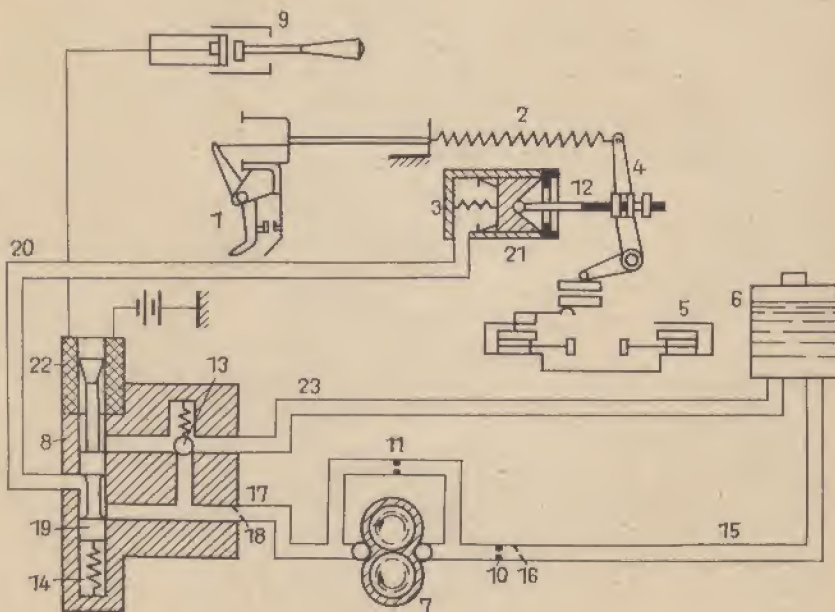

Abb. 94 Hycomat bei ausgerastetem Parksperrehebel
Abbildung 94 zeigt die Anlage bei ausgerastetem Parksperrehebel (1). Die Rückzugfeder (2), die sonst den Kupplungshebel (4) nach links zieht und auskuppelt, ist in diesem Fall entspannt, und die Kupplung (5) ist eingerückt. Die hydraulische Kupplungsbetätigung bringt im praktischen Fahrbetrieb einige Vorteile, denn sie macht keine Kupplungsfehler. Es ist mit dieser Anlage zum Beispiel nicht möglich, den Motor beim Anfahren abzuwürgen. Auch an den steilsten auf den Straßen vorkommenden Steigungen fährt der Wagen sauber